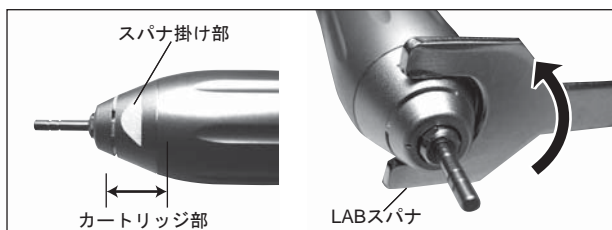

図4
- 1)同梱されているLABスパナを、カートリッジ部のスパナ掛け部に合わせてください。(図4)
- 2)スパナを図の方向に回転させ緩めてから、手で取り外してください。(図4)このとき、ベアリング後部のOリングがボディ側に残りますのでOリングも必ず取り外してください。